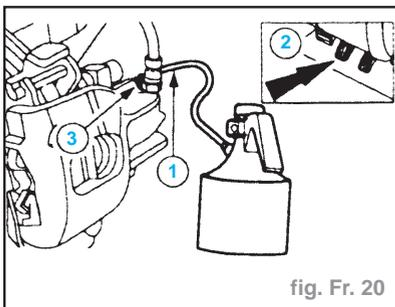

fig. Fr. 20
- Vidanger le réservoir de liquide de frein : (fig. Fr. 20)
- raccorder un tube de purge entre le purgeur et un récipient approprié (1),
- actionner la pédale de frein jusqu'à ce que qu'il ne s'écoule plus de liquide (2),
- serrer le purgeur (3).